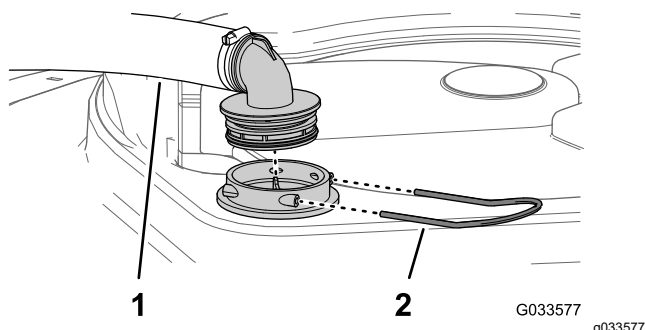

図 100
2. タンク上部で、フィルタハウジングからの太いホースについているフィッティングを固定しているリテーナを外す 図 100。
3. フィルタハウジングからホースとフィッティングを取り外す 図 100。